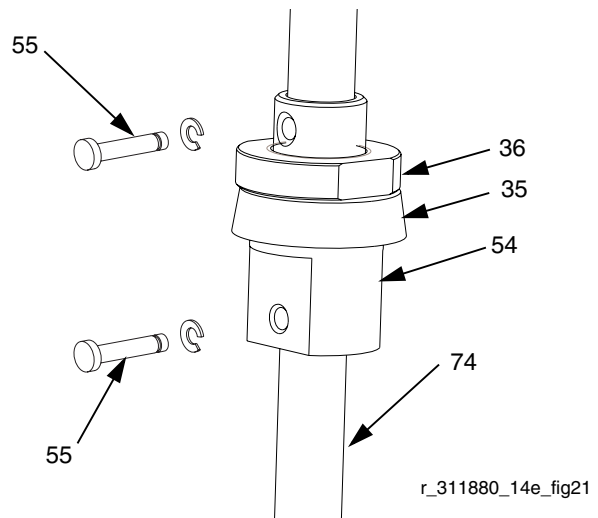

Рис.22
9 Извлеките штифты (55). См. Рис.22.